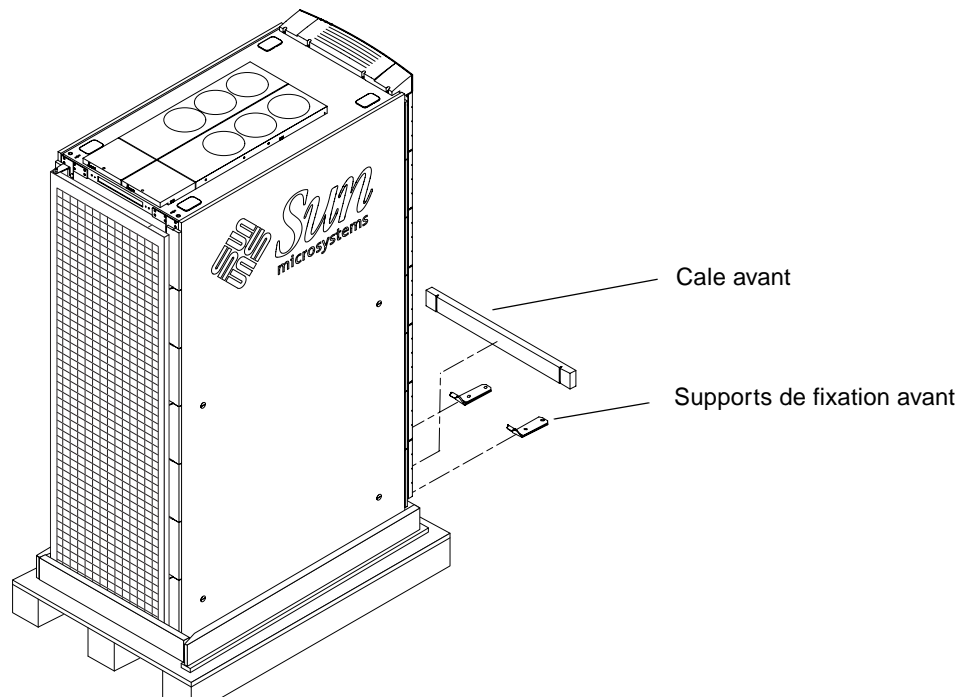

FIGURE 2-3 Supports de fixation avant et cale avant
2. A l'aide de la clé de nivellement, retirez les supports de fixation avant. Conservez-les pour l'étape 11 (FIGURE 2-3).